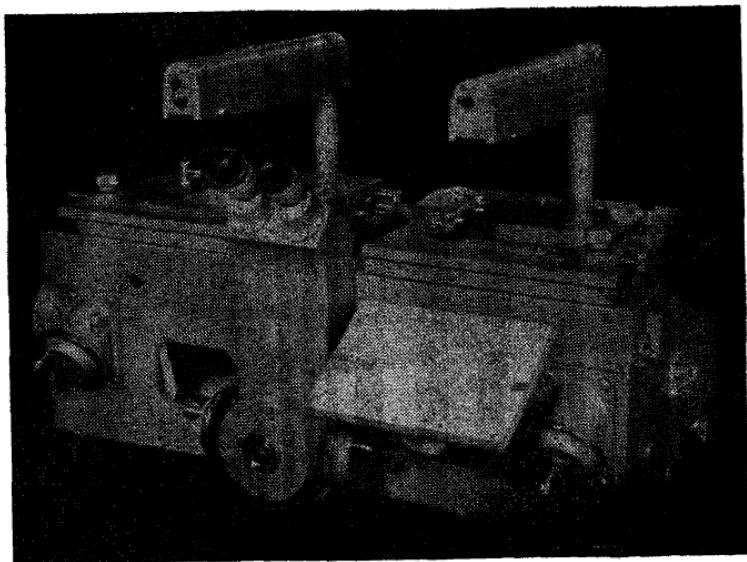

Рис. 37. Стереокомпаратор «Steko 1818»
7.7. Стереокомпаратор «Steko» 1818 (рис. 37) — прецизионный прибор, предназначенный для измерения на фотоснимках стереопары координат и параллаксов точек. Применяется для определения элементов взаимного и внешнего ориентирования, развития фотограмметрических сетей аналитическим методом, вычисления установочных величин для трансформирования, может использоваться при определении деформаций зданий и сооружений фотограмметрическим методом. Измерения можно производить по наземным снимкам или аэроснимкам. Для обработки на стереокомпараторе пригодны фотоснимки на прозрачной основе. Оптическая система предусматривает возможность раздельной фокусировки на левый и правый снимки. Положение бинокуляра не изменяется при изменении точки визирования. В поле зрения прибора расположены две измерительные марки разной формы.